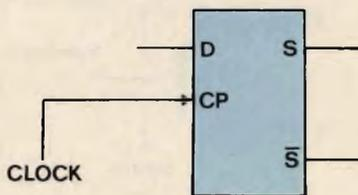

Fig. 1/a - Simbolo circuitale e tabella della verità di un Flip-Flop tipo D.
l'impulso; possiamo dire che il nuovo stato  $S'$  è uguale allo stato di  $D$  nell'istante in cui si verifica l'impulso di clock, qualsiasi fosse lo stato di  $S$ . In fig. 1/a troviamo la tabella della verità ed il simbolo circuitale relativo al FF tipo D; notare che il simbolo  $\Phi$  (nato dalla sovrapposizione di 0 e 1) indica uno stato qualsivoglia.
2) FLIP-FLOP tipo J-K. Oltre all'ingresso di clock, abbiamo in questi dispositivi due ingressi di comando chiamati  $J$  e  $K$ ; attraverso  $J$  e  $K$  possiamo sia impostare lo stato d'uscita dopo lo impulso di clock, sia bloccare lo stato d'uscita indipendentemente dal clock. Il funzionamento può essere descritto così: se  $J$  e  $K$  valgono entrambi 0, il FF non cambia stato; se  $J$  e  $K$  valgono 1, il FF cambia stato; se in corrispondenza dell'impulso di clock,  $J = 0$  e  $K = 1$ ,  $S'$  sarà 0; se  $J = 1$  e  $K = 0$ ,  $S'$  sarà 1. In maniera più evidente tale funzionamento è illustrato dalla tabella della verità di fig. 1/b, accanto alla quale abbiamo il simbolo circuitale di un FF J-K.
Nel progetto di apparecchiature digitali è utile saper leggere "alla rovescia" le tabelle della verità di fig. 1, cioè saper rispondere alla domanda: "Se in un certo istante - in corrispondenza di un determinato impulso di clock - le uscite del FF devono assumere un certo stato, qual'è lo stato dei suoi ingressi di comando che determina tale situazione?".